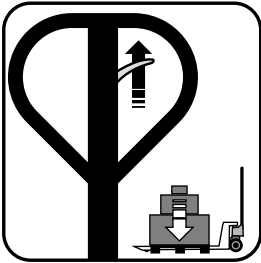

Fig. 8 – Bajando la carga
- c. Coloque la palanca hacia arriba para bajar la carga, (fig. 8).